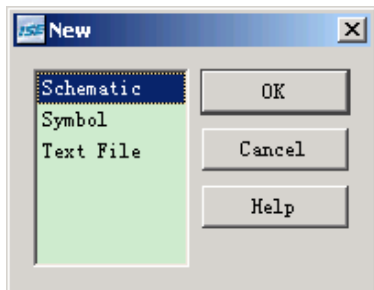
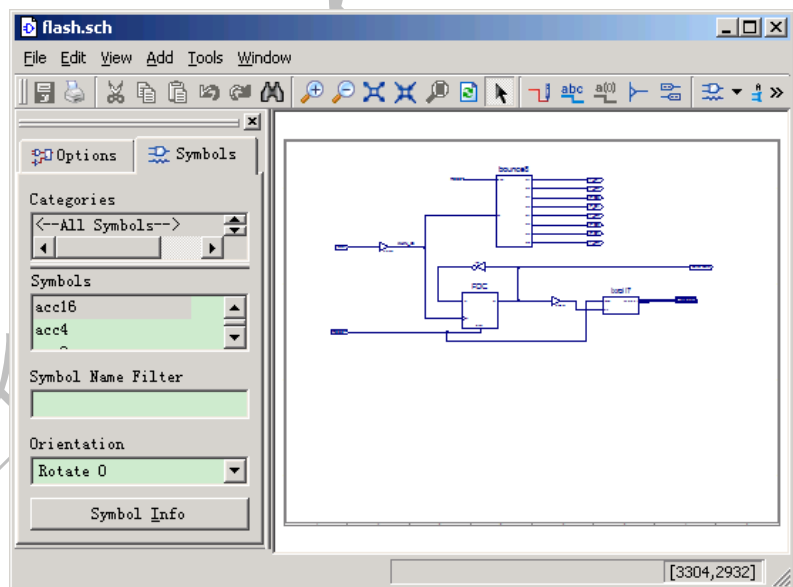

图 2.3 新建原理图对话框
图 2.4 原理图编辑界面
(1) 启动 ISE，默认会打开上次关闭的项目，选择【File】/【New】，在弹出的“New”对话框中选择“Schematic”，如图 2.3 所示，单击【OK】按钮。
(2) 接下来会出现一个空白的原理图输入界面。
(3) 在 ISE 中，该界面默认是嵌入在 ISE 集成环境中，为了获得更大的编辑空间，可以将窗口悬浮，以便更加方便地编辑原理图。单击【Float this Windows】按钮，可以将原理图编辑窗口悬浮，如图 2.4 所示。